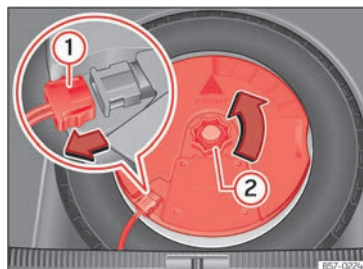

Abb. 182 Im Gepäckraum: Subwoofer ausbauen.
- Ziehen Sie das Subwoofer-Lautsprecherkabel heraus » (Abb. 182) ①.
- Drehen Sie das Befestigungshandrad entgegen dem Uhrzeigersinn heraus » (Abb. 182) ②.